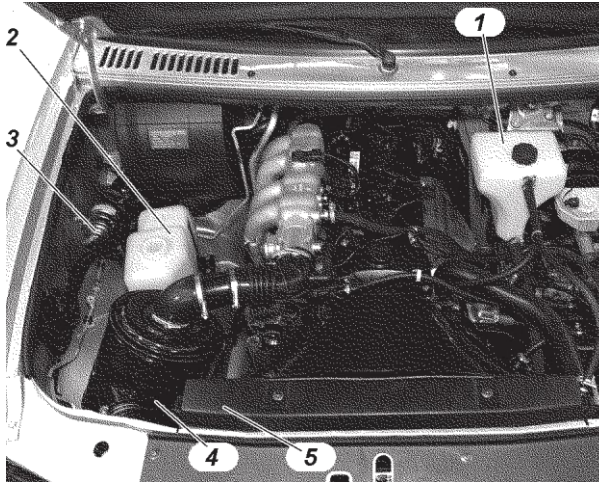

Fig. 3.40 Vano del motor (fragmento):
**Llene el depósito del lavaparabrisas 2** (fig. 3.40) con agua limpia (en verano) y líquido anticongelante especial (en invierno).